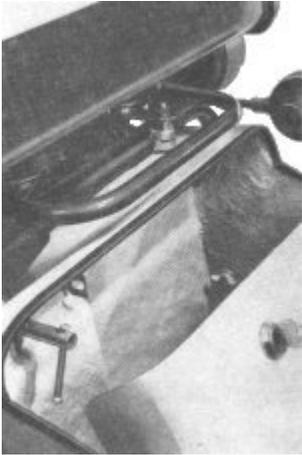

Bild 3. Befestigung der Seitenkoffer
- Funkgerät einschalten (1), Kanal wählen (7), Bereitschaftsschalter (5) auf Stellung 'Rausch Sperre aus' (oben) schalten
- Am Tonrufwahlschalter (8) den Rufbuchstaben wählen
- Schalter für Lautstärke (7, Bild 4) und Rausch Sperre (8, Bild 4) nach oben schalten und am Lautstärkesteller (1, Bild 3) die maximal gewünschte Lautstärke regeln